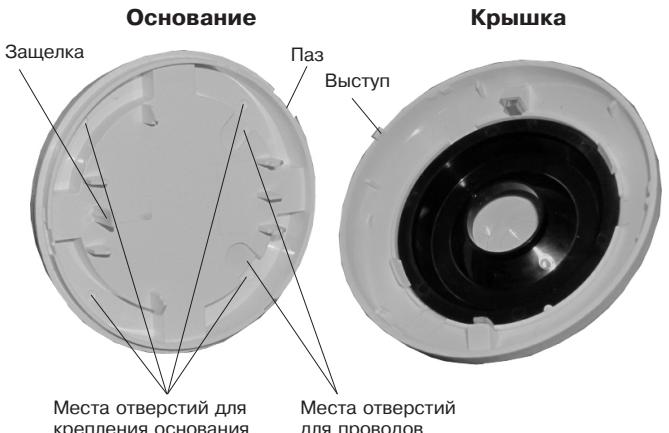

Рисунок 2 – Основание и крышка извещателя
- снимите крышку извещателя, повернув ее против часовой стрелки до упора (рисунок 2);
- просверлите в основании корпуса отверстия (рисунок 2), которые будут использоваться для прокладки проводов и крепления извещателя;